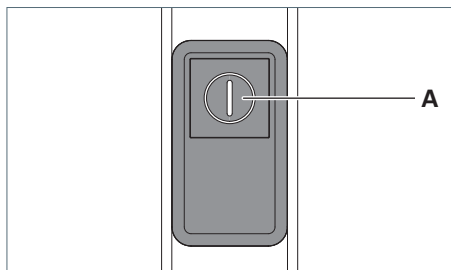

Fig. 19: Elemento di comando.
- Premere il tasto **A** sette volte in rapida successione, vedere Fig. 19.
- Premere il tasto **A**, vedere Fig. 19. oppure
- ▶ Premere il tasto **A**, vedere Fig. 19.
- ▶ Premere il tasto **A** e mantenerlo premuto, vedere Fig. 19.